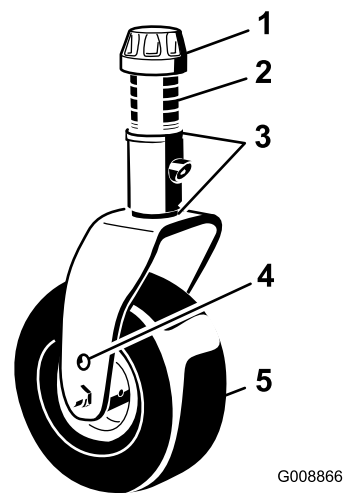
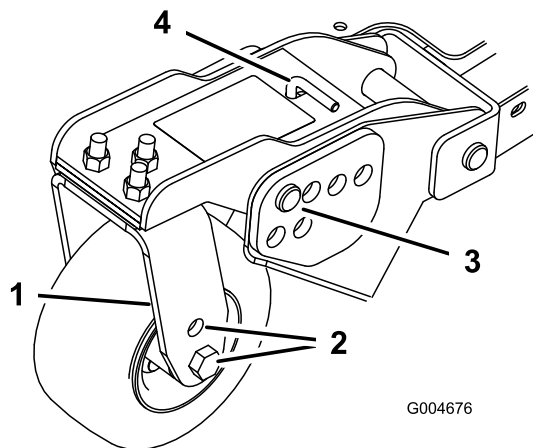
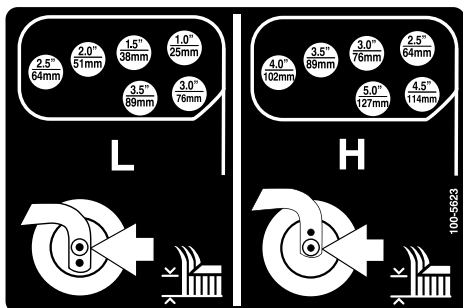

Figura 18
Figura 20
Figura 21
1. Coloque los ejes de las ruedas giratorias en el mismo taladro en todas las horquillas (Figura 18 y Figura 20).
2. Retire el casquillo tensor del eje y deslice el eje fuera del brazo de la rueda giratoria (Figura 18).
5. Retire la chaveta y los pasadores de los brazos de pivote de las ruedas giratorias (Figura 20).
6. Gire la varilla tensora para elevar o bajar el brazo de pivote hasta que los taladros estén alineados con los taladros seleccionados del soporte de ajuste de la altura de corte en el bastidor de la carcassas de corte (Figura 20 y Figura 21).